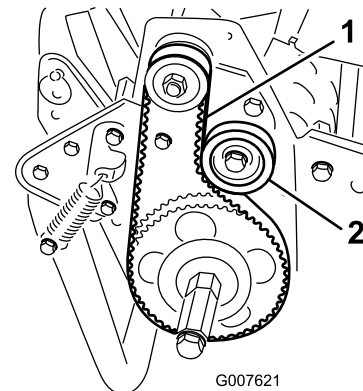

図 37
2. プーリ間の中央部で 図 37、1822N (1.82.3kg) 程度の力でベルトを指で押し張り点を点検する。
- A. アイドラ・プーリ固定ナットをゆるめ、プーリをベルトの背に押しつけて、適当な張りを出す 図 37。